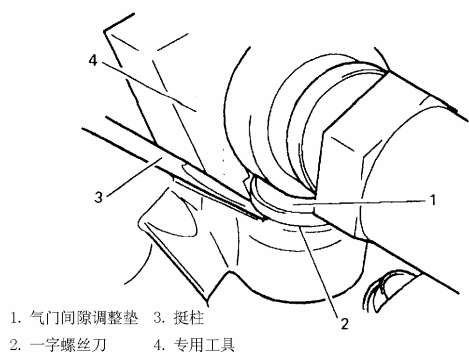

Рис. 4-138.
3). Как показано на Рис. 4-138, установить специальный инструмент.